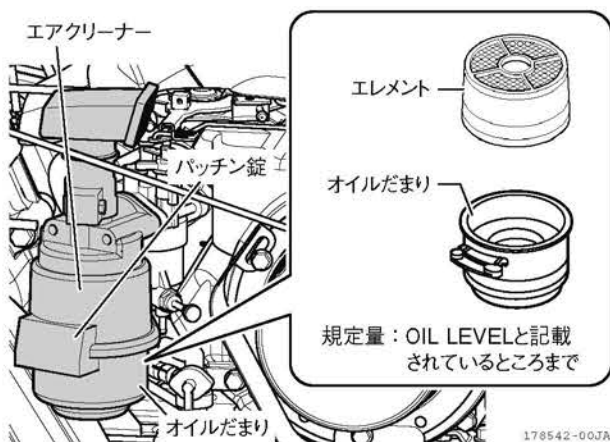

図 4-22 エアクリーナー
1. オイルだまりを固定している、パッチン錠を解除して、オイルだまりを外します。(図 4-22)
5. エレメントの上下方向を間違えないようにエアクリーナーへ入れ、オイルだまりを元通りに取り付けます。(図 4-22)